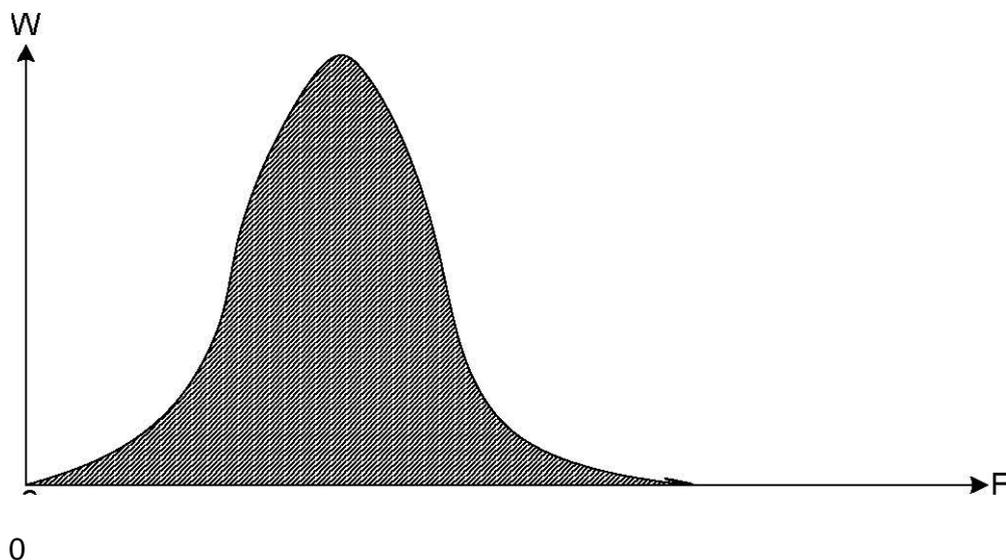

Рисунок 1
10.6. Подключить межблочный кабель к ПБ, БИВ и БП (смотри рисунок 1 приложения Е разъем “Сигнал”).
10.21. Ниже по ходу течения жидкости на расстоянии от 200 до 300 мм от герметичного контейнера устанавливается датчик уровня. Для его установки в нижней части трубопровода сверлится отверстие диаметром 8 мм и нарезается резьба М10. В подготовленное отверстие вкручивается на «Фум» ленте соединительный штуцер. К штуцеру подключается гибкий шланг. Второй конец гибкого шланга подсоединяется к штуцеру на блоке БИВ (рис. 1 приложение Ж).
Если нет возможности установки датчика давления снизу трубопровода, то его можно установить сверху. Для этого сверху трубопровода сверлится отверстие диаметром 16 мм, и вставляется металлопластиковая трубка уровня с гибким шлангом, конец которого подсоединяется к штуцеру на блоке БИВ (рис.1 приложение Ж).
### 11.1. На лицевой панели ПБ (смотри рисунок 1 приложения В)